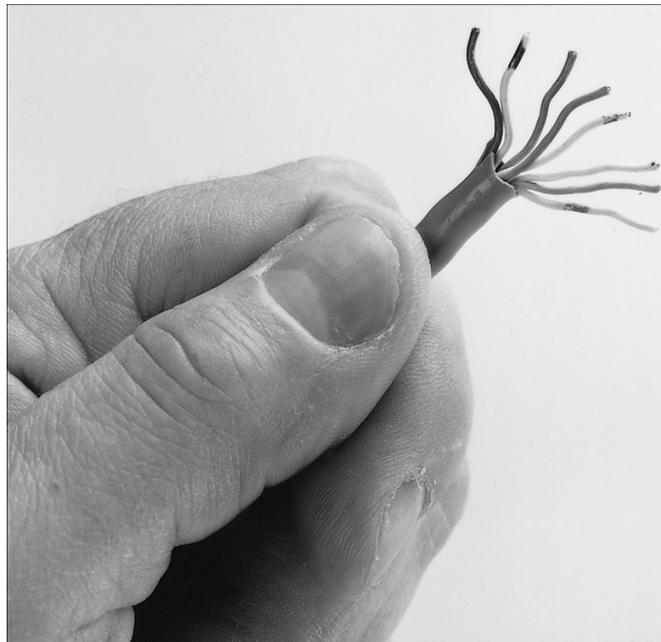

Рис. 19.19. Прежде чем помещать пары проводов в разъем RJ-45, расположите их в соответствии с выбранным стандартом (например, EIA)
6. Расположите провода в соответствии со стандартом EIA 568B (рис. 19.19).